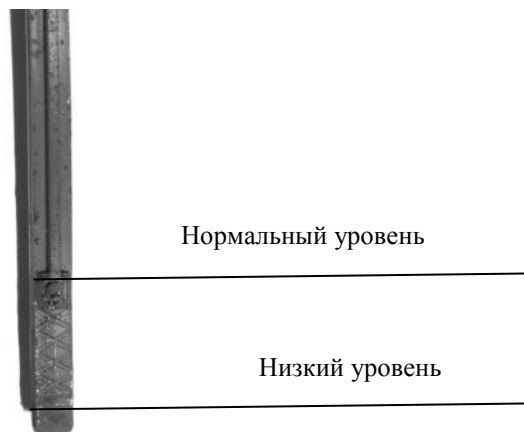

Рисунок 6 – Проверка уровня масла в корпусе редуктора
5.3.2. Контролируйте уровень масла по щупу маслозаливной горловины (рис.6).